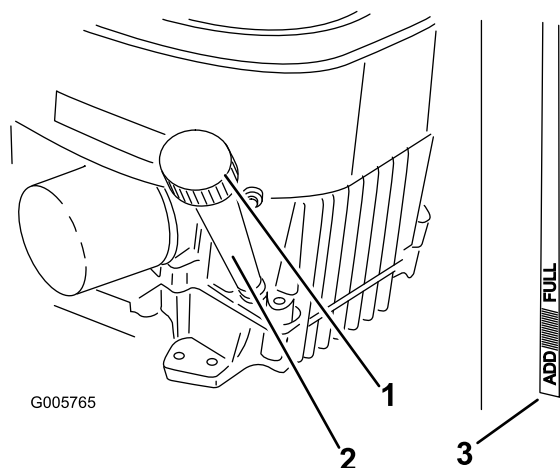

Figura 36
4. Pulite attorno all'asta di livello (Figura 36) in modo che la morchia non possa penetrare nel foro di rifornimento e danneggiare il motore.
5. Svitare l'asta di livello dell'olio e tergete l'estremità (Figura 36).
9. All'occorrenza, cambiate il filtro dell'olio (Figura 36).
10. Pulite la zona circostante l'asta di livello dell'olio e svitare il tappo (Figura 36).
11. Versate lentamente nel tubo di rifornimento (Figura 36) l'80% circa dell'olio indicato.